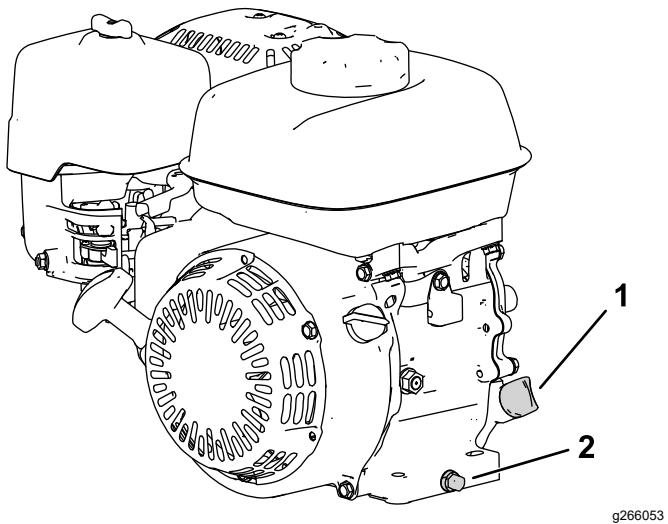

Figura 25
- Coloque la máquina con el motor nivelado, y límpie la zona alrededor del tubo de llenado de aceite (Figura 25).
- Retire el tapón de vaciado, la arandela y la varilla (Figura 25).